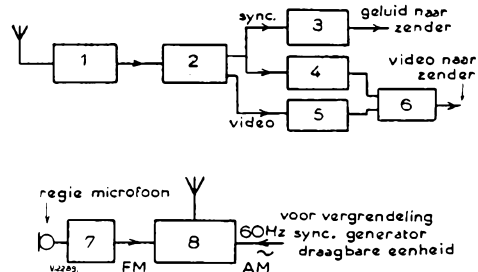

Fig. 6. Blokschema van het basis-station.
In het basisstation (zie fig. 6) wordt het signaal van de draagbare TV-zender ontvangen op een UHF-ontvanger (1). De output van deze ontvanger wordt gevoerd naar een synchronisatiescheider (2). Hierin wordt de in breedte gemoduleerde synchroniseer-impuls van het ontvangen videosignaal afgezonderd. Dit sync-signaal wordt toegevoerd aan een integrerende schakeling (3), waaruit de oorspronkelijke L.F.-spanning weer tevoorschijn komt; deze gaat als geluid naar de